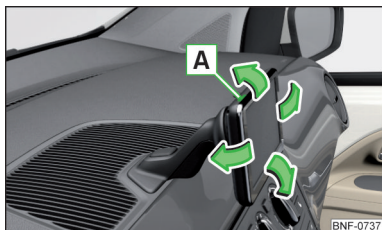

Fig. 86
Înclinarea poate fi **reglată** prin deplasarea ușoară a dispozitivului în sensul săgeților » **fig. 86**, în poziția dorită » **!**
- Pentru accesarea **Manualului de utilizare**, porniți dispozitivul prin apăsarea tastei **A** » **fig. 86**.